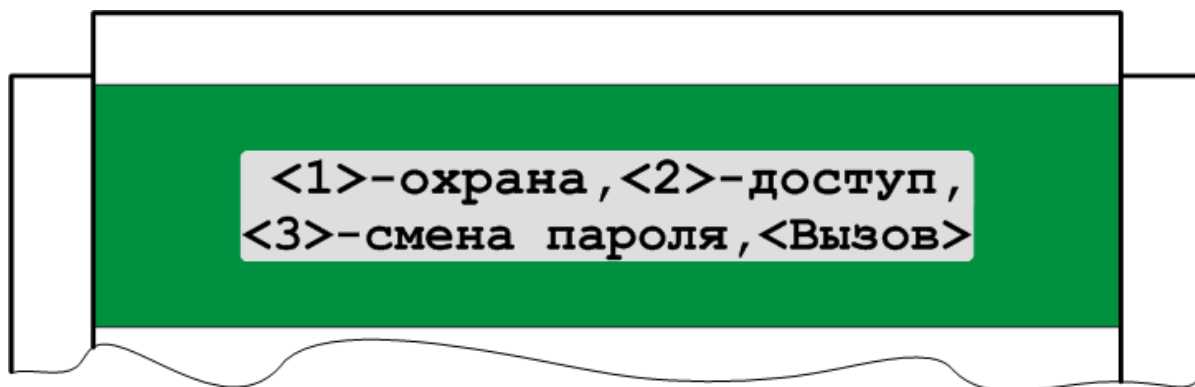

Рисунок 3 – Меню пользователя
- 3) Предъявить пропуск пользователя, зарегистрированного в системе и имеющего права постановки (снятия) зоны. На индикаторной панели включится подсветка и появится меню пользователя (см. рисунок 3).
- 6) Нажать клавишу “Ввод”. При успешной постановке под охрану появится надпись «ВЫПОЛНЕНО!» и панель индикации перейдет в меню пользователя (рисунок 3).
- 2) Предъявить пропуск пользователя, зарегистрированного в системе и имеющего права постановки (снятия) зон. На индикаторной панели включится подсветка и появится меню пользователя (рисунок 3).
- 6) Ввести шестизначный пароль и нажать клавишу **“Ввод”** (если какая-либо из цифр введена неверно – ее следует удалить нажатием клавиши **“Отмена”**). При успешном снятии с охраны появится надпись **«ВЫПОЛНЕНО!»** и панель индикации перейдет в меню пользователя (рисунок 3).
- 2) Предъявить пропуск пользователя, зарегистрированного в системе и имеющего права доступа. На индикаторной панели включится подсветка и появится меню пользователя (см. рисунок 3).
- 2) Предъявить пропуск пользователя, зарегистрированного в системе. На индикаторной панели включится подсветка и появится меню пользователя (см. рисунок 3).
- 2) Предъявить пропуск пользователя, зарегистрированного в системе. На индикаторной панели включится подсветка и появится меню пользователя (рисунок 3).